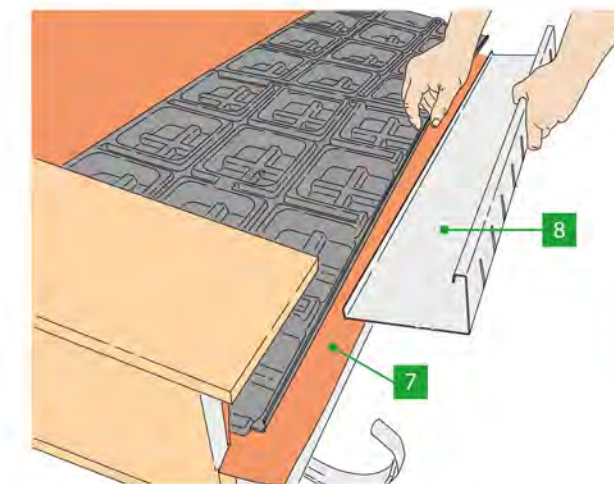

Bild 10
- Nach dem Verlegen kann die Kiesfangleiste von unten eingeschoben werden (siehe Seite 17, Bild 10).
- Na het leggen kan het vangprofiel voor het grind onderaan worden aangebracht (zie pagina 17, afbeelding 10).